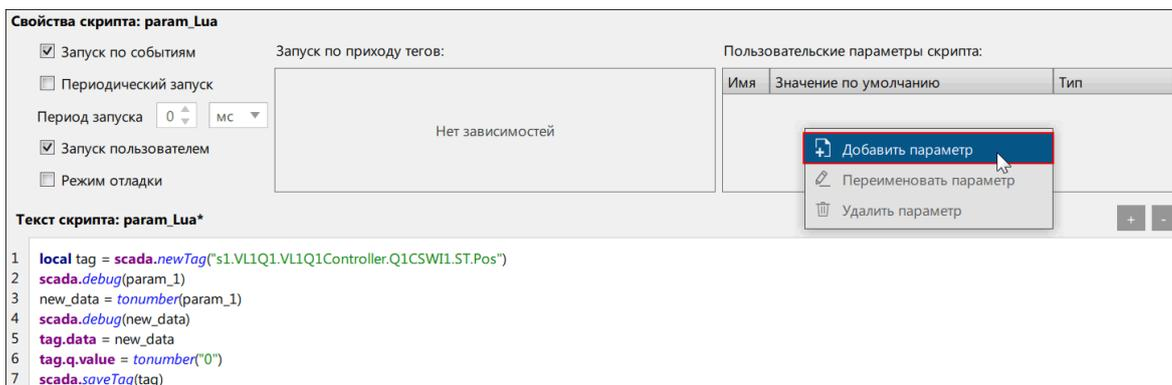

Рисунок 164 - Добавить параметр
2. Нажмите  в форме для пользовательских параметров скрипта и выберите **Добавить параметр** (Рисунок 164).